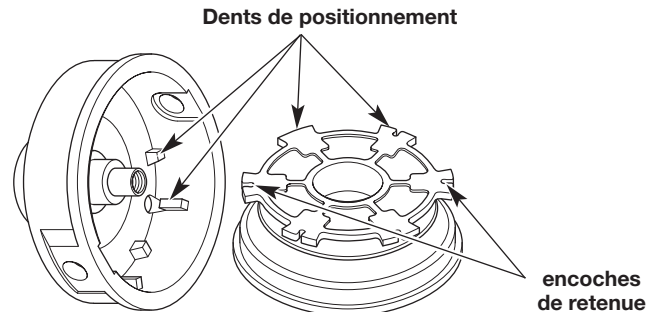

Fig. 14
6. Vérifiez l'état d'usure des dents de positionnement et des encoches de retenue (Fig. 14). Le cas échéant, enlevez les ébarbures ou remplacez l'enrouleur intérieur et la bobine extérieure.